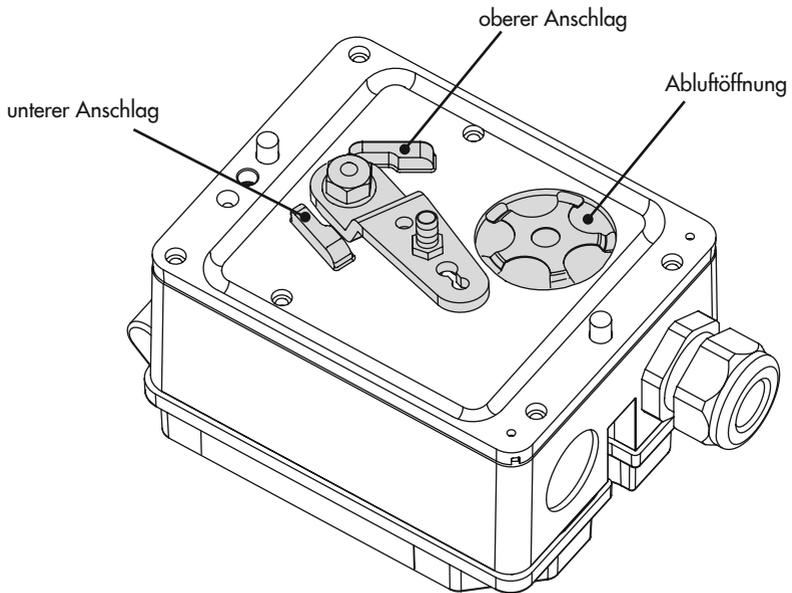

Bild 4: Mechanische Anschläge und Abluftöffnung
- **Stellungsregler nicht mit der Abluftöffnung (Bild 4) nach oben ausrichten!**
1. Hebel zum unteren mechanischen Anschlag drehen (vgl. Bild 4) und festhalten, Mutter mit Schraubenschlüssel SW 10 lösen und abnehmen.